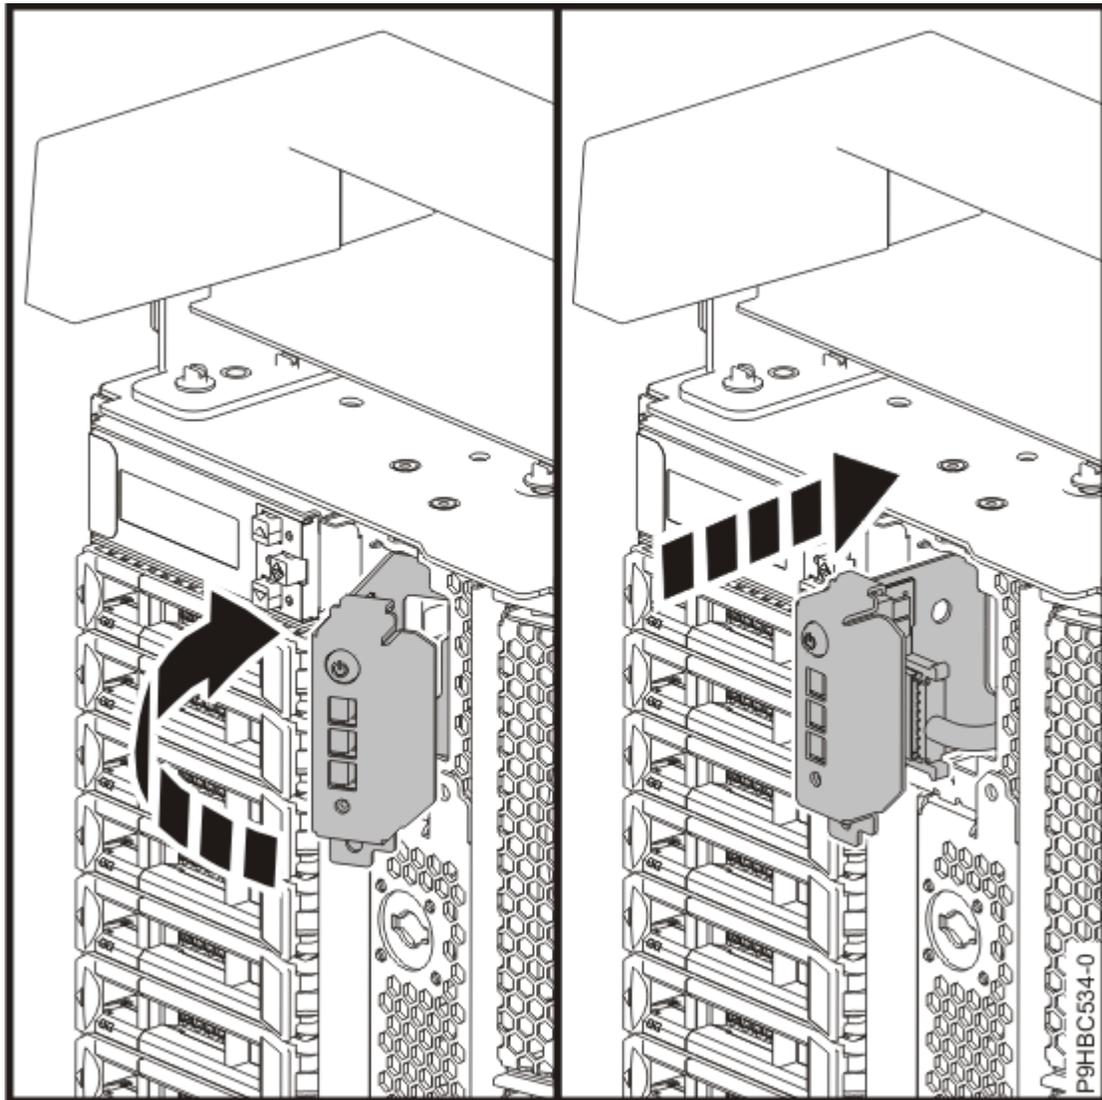

Abbildung 25. Steuerkonsole austauschen - Standalone-System
- a) Tauschen Sie die Steuerkonsole im System aus, indem Sie die Steuerkonsole nach rechts drehen (siehe Abbildung 25 auf Seite 27).